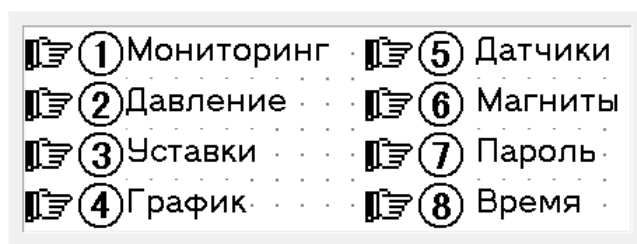

Рисунок 7.2 – Элементы главного экрана проекта
8. Используя панель инструментов рабочей области – создать элементы экрана в соответствии со списком, приведенным в п. 7.1 (см. рисунок 7.2).